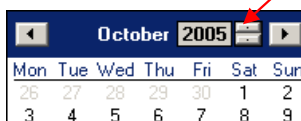

Abb. 3.5. Monat und Jahr ändern
- 2) Das Datum lässt sich durch Anklicken eines beliebigen Tages im Kalender ändern. Die Schaltflächen oben im Kalender dienen zur Änderung der Monate (Abb. 3.5). Nach Anklicken des aktuellen Jahres rechts vom Monatsnamen werden Schaltflächen und ein Dialogfenster zum Ändern des Jahres eingeblendet (Abb. 3.5).